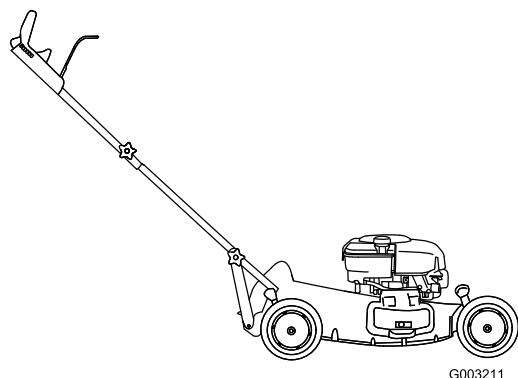

Figura 6
4. Doble el manillar hacia atrás (Figura 6).